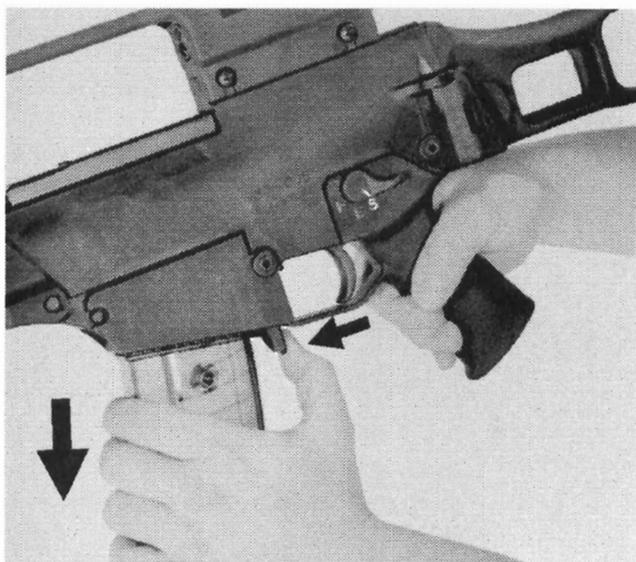

Bild 17 Magazinentnahme
- ⇒ Magazinhalter nach vorne drücken und Magazin entnehmen (Bild 17).
- ⇒ Magazinhalter nach vorne drücken und leeres Magazin entnehmen (Bild 17).